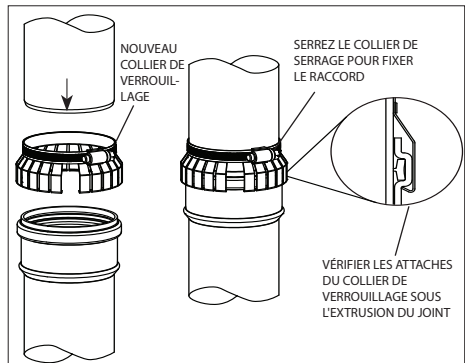
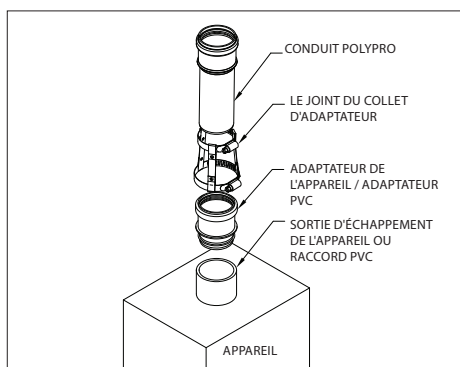
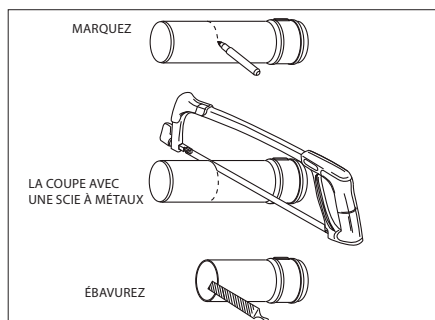

Figure 3b
Figure 4
Figure 6
Assurez vous que le joint d'étanchéité est inséré uniformément à l'intérieur de la rainure de l'extrémité femelle. Assemblez le raccord en faisant passer l'extrémité mâle du conduit PolyPro à travers le collier de verrouillage du côté du collet de serrage et dans l'extrémité femelle du conduit PolyPro, (**Fig. 3b**). Accrochez le collier de verrouillage à l'extrusion du joint sur l'extrémité femelle et serrez le collet de serrage.
1. Si l'appareil est équipé d'une sortie femelle PVC/CPVC, utilisez l'adaptateur PVC ou l'adaptateur de l'appareil et le collier de serrage. (Fig.4)
1. Les longueurs de conduit peuvent être coupées (Fig.6). **Si la languette de verrouillage est retirée, utilisez le nouveau collier de verrouillage (Fig. 3b PPS-LC) ou un autre collier (Fig. 4 PPS-PAC / PPS-LBC) pour le raccordement.**